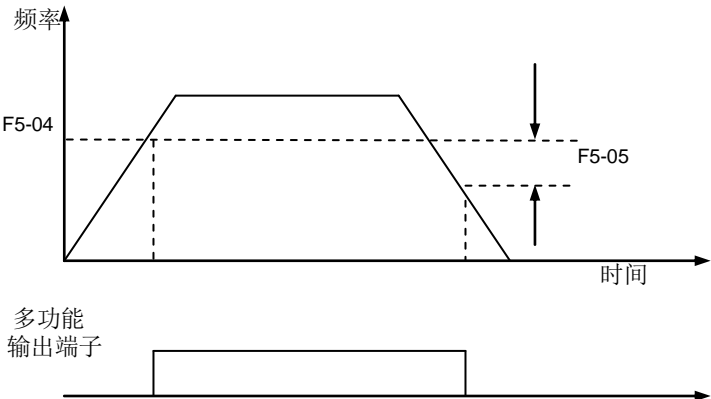

图 6-11 任意检出频率 1
- 设定任意检出频率及检出宽度，可以用于检测控制和观察运行状态，如图 6-11、6-12 所示。